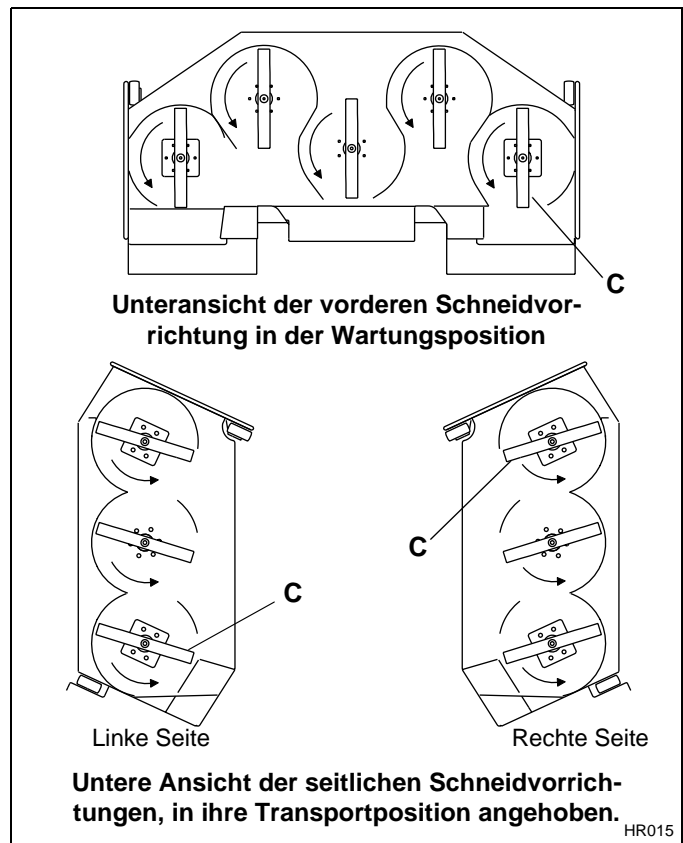

Abb. 4C
5. Die Klinge an der Mähvorrichtung anbringen. Die Klingen so anbringen, daß die Schneidkanten (C) in Drehrichtung zeigen, wie in Abb. 4C gezeigt. Abgeschrägte Schneidkanten der Klinge müssen in Richtung Deckgehäuse zeigen.